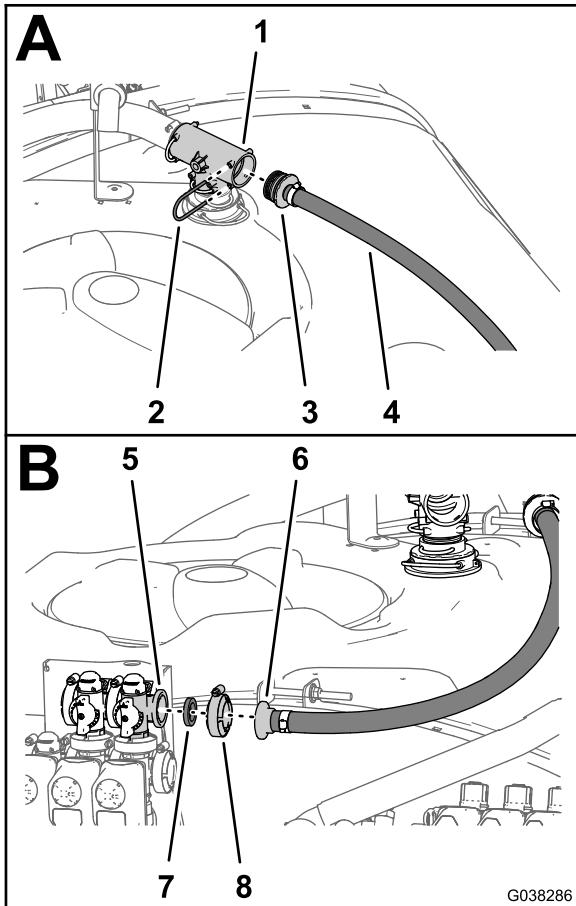

图68
1. 在打药车药缸顶部将普通软管的直通宝塔接头 $2.5 \times 110\text{cm}$ 装入 T 形接头的后端口 图68。
4. 将直通宝塔接头的法兰和垫片 $1 \times 1\frac{1}{8}$ 英寸与旁通阀的法兰对齐 图68。